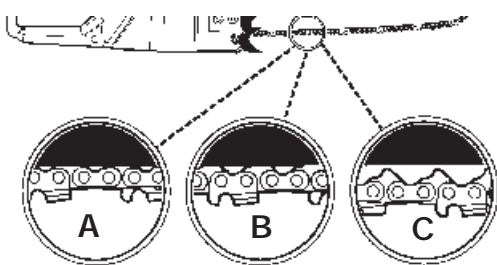

Fig. 29
PRECAUCION: Si la cadena de la sierra se encuentra MUY SUELTA o MUY APRETADA, la rueda dentada, barra, cadena y los rodamientos de el cigüeñal se desgastaran mas rápidamente. Estudie la Fig. 29 para información respecto a la tensión fría correcta (A), tensión caliente correcta (B), y como una guía para cuando la cadena de la sierra requiera algún ajuste (C).